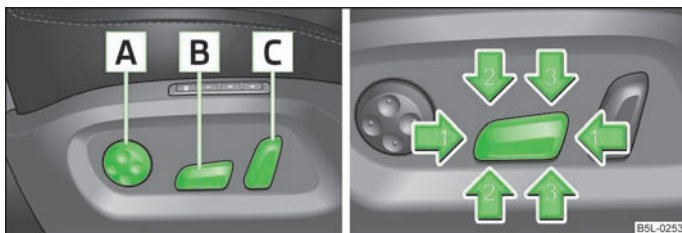

Fig. 43 Vista lateral: Elementos de mando para el ajuste de los asientos/conmutador para el ajuste de los asientos
- Presionar el conmutador [B] » fig. 43 hacia delante o bien hacia atrás en la dirección indicada por la flecha 1.